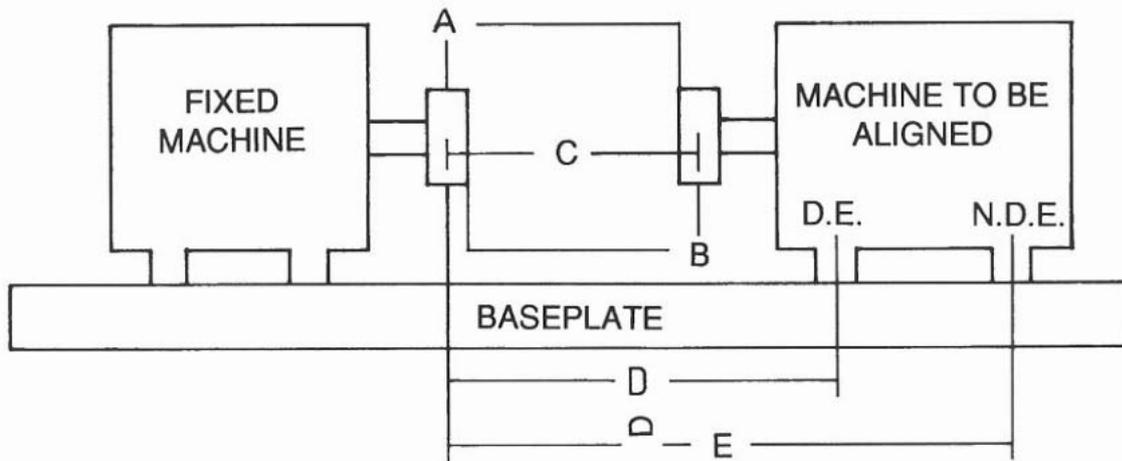

Fig. 7
Теперь на основании записанных измерений можно рассчитать количество требуемых регулировочных прокладок, устанавливаемых под ножки приводного конца (DE) и неприводного конца (NDE), см. рис. 7, по следующей формуле: